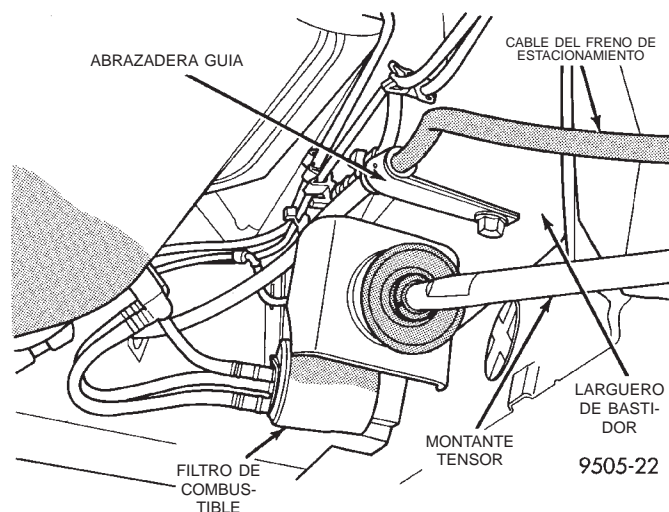

Fig. 154 Abrazadera guía del cable del freno de estacionamiento
(22) Retire la abrazadera guía del cable del freno de estacionamiento (Fig. 154) del larguero de bastidor del vehículo.
(3) Instale la abrazadera guía del cable del freno de estacionamiento (Fig. 154) en el larguero de bastidor. Instale y apriete con firmeza el perno de fijación de la abrazadera guía.